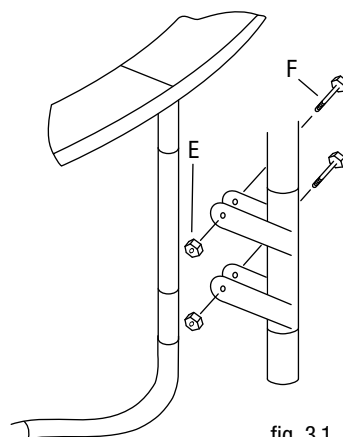

fig. 3.1
Per fare ciò occorre l'aiuto di una seconda persona che tenga i tubi di rete sulle gambe fisse in modo tale che le staffe di fermo saldate della tubatura inferiore circondino la gamba fissa. Con le viti (F) e i dadi (E) fissate il tubo di rete sulla gamba del trampolino in modo tale che il morsetto superiore circondi la gamba fissa a circa 15 cm sotto il telaio del trampolino (Fig. 3.1) Ripetere l'operazione con le restanti barre per ciascuna gamba del trampolino. Stringete i dadi solo leggermente per poter portare innanzi tutto tutte le barre della rete applicate nella stessa posizione. Se tutti i dadi sono stati montati potrete procedere a stringerli saldamente uno dopo l'altro.